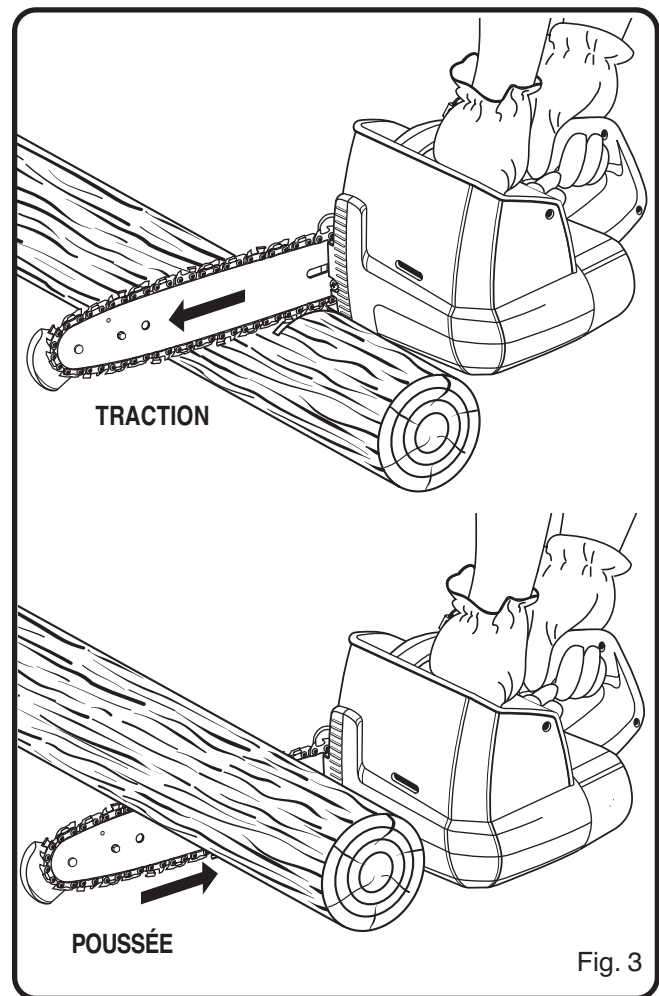

Fig. 3
- Poussée et traction - La force de réaction s'exerce toujours dans le sens opposé à la rotation de la chaîne, au point de contact avec le bois. Par conséquent, l'opérateur doit être prêt à contrôler la TRACTION lorsque la coupe est effectuée avec le bas du guide et la POUSSÉE lorsque la coupe est effectuée avec le haut du guide. Voir la figure 3.